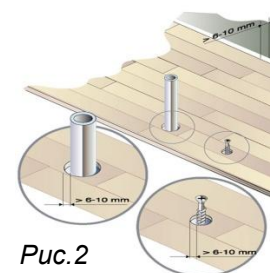

Рис.2
5. Температурный зазор (не менее 10 мм) устанавливается по периметру помещения, между ламинатом и любыми неподвижными элементами (отопительные трубы, встроенные шкафы, колонны и т.п.). Температурный зазор следует закрыть соответствующим соединительным элементом (молдингом) (Рис. 2, 3).